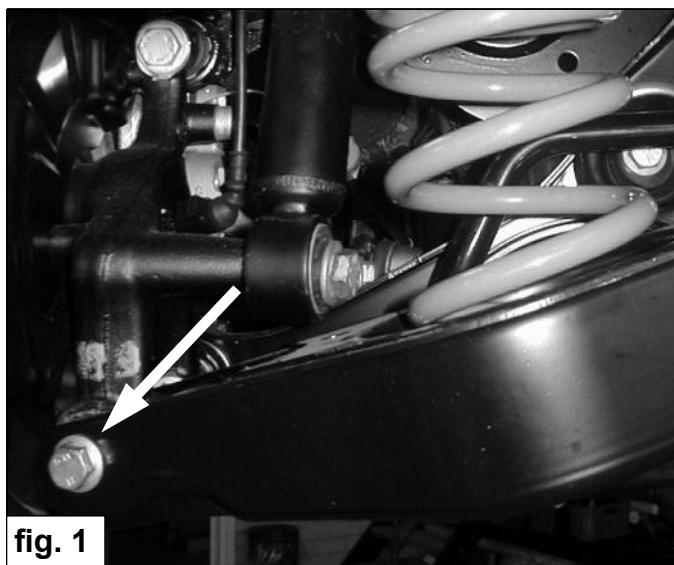

fig. 1
2. Ondersteun de draagarm en verwijder de bout van de draagarm aan de wielzijde. Zie fig. 1. **Let op: de draagarm staat onder veerspanning.**